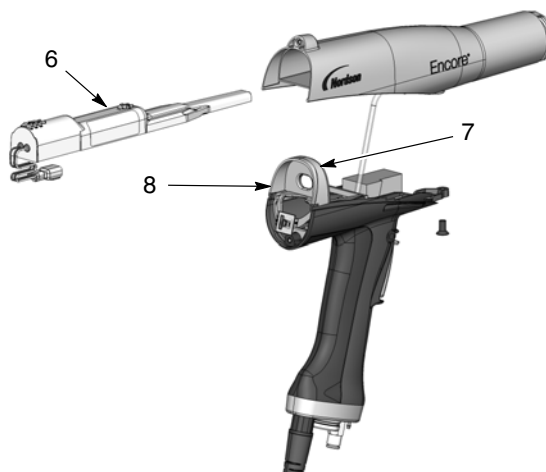

Figura 6-4 Rimozione dell'alimentatore di tensione dal corpo della pistola.
1. Vedi figura 6-4. Far scorrere l'alimentatore di tensione (6) fuori dal corpo della pistola.
2. Controllare la guarnizione (7) sul retro della saracinesca (8). Sostituirlo se danneggiato. La guarnizione è attaccata alla saracinesca con un adesivo sensibile alla pressione.